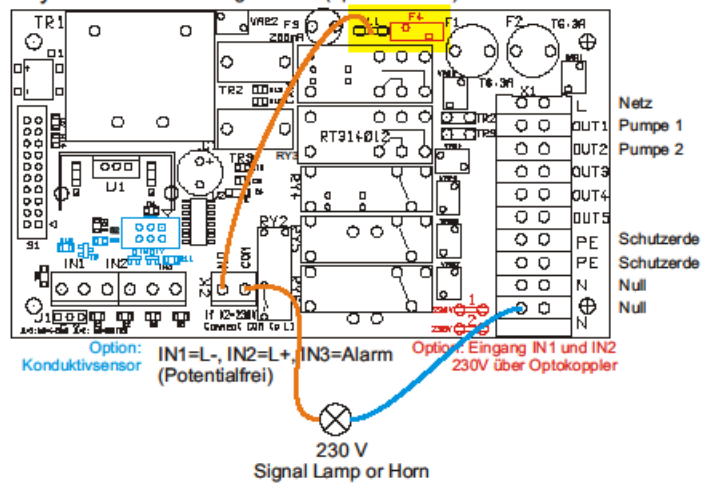

Fig 3
5. Flotteur 3 (fig 3 numéro 14, bornes 5 et 6)
Le pilotage est équipé d'un relais d'alarme qui branche en cas d'alarme. Il s'agit d'un contact hors tension (voir fig 3 - connections X22).